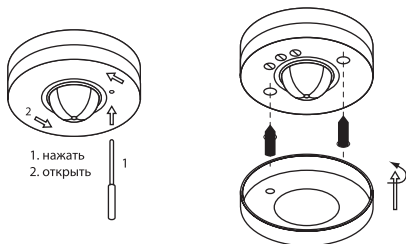

Рисунок 6. Схема монтажа датчиков ДДП-01, ДДП-02, ДДП-03, ДДП-04, ДДП-05, ДДП-06
- снять крышку датчика, повернув ее против часовой стрелки – рисунок 6 (для ДДП-04, ДДП-06: снять крышку вверх, приложив небольшое усилие);
- прикрепить датчик к монтажной поверхности (потолку) при помощи двух дюбелей и саморезов (рисунок 6);